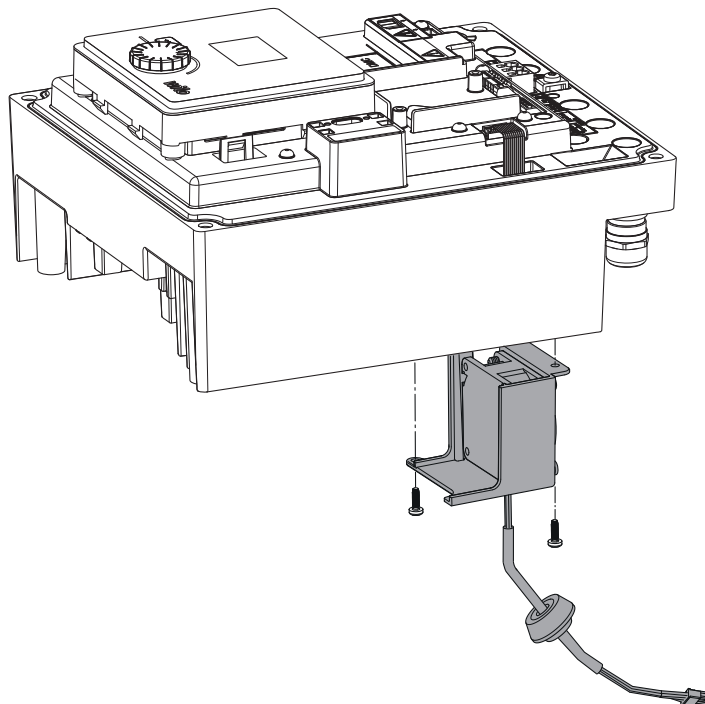

Fig. 48: Сваляне на вентилатора на модула заедно с кабела и гуменото уплътнение
- Свалете вентилатора на модула и освободете кабела с гуменото уплътнение от долната част на модула (Fig. 48).